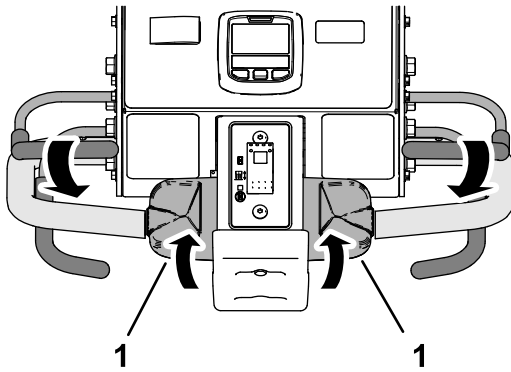

Bild 97
3. Halten Sie den Schaltbügel am Lenker und drehen Sie den oberen Teil des Fahrtriebshebels langsam nach hinten (Bild 97).